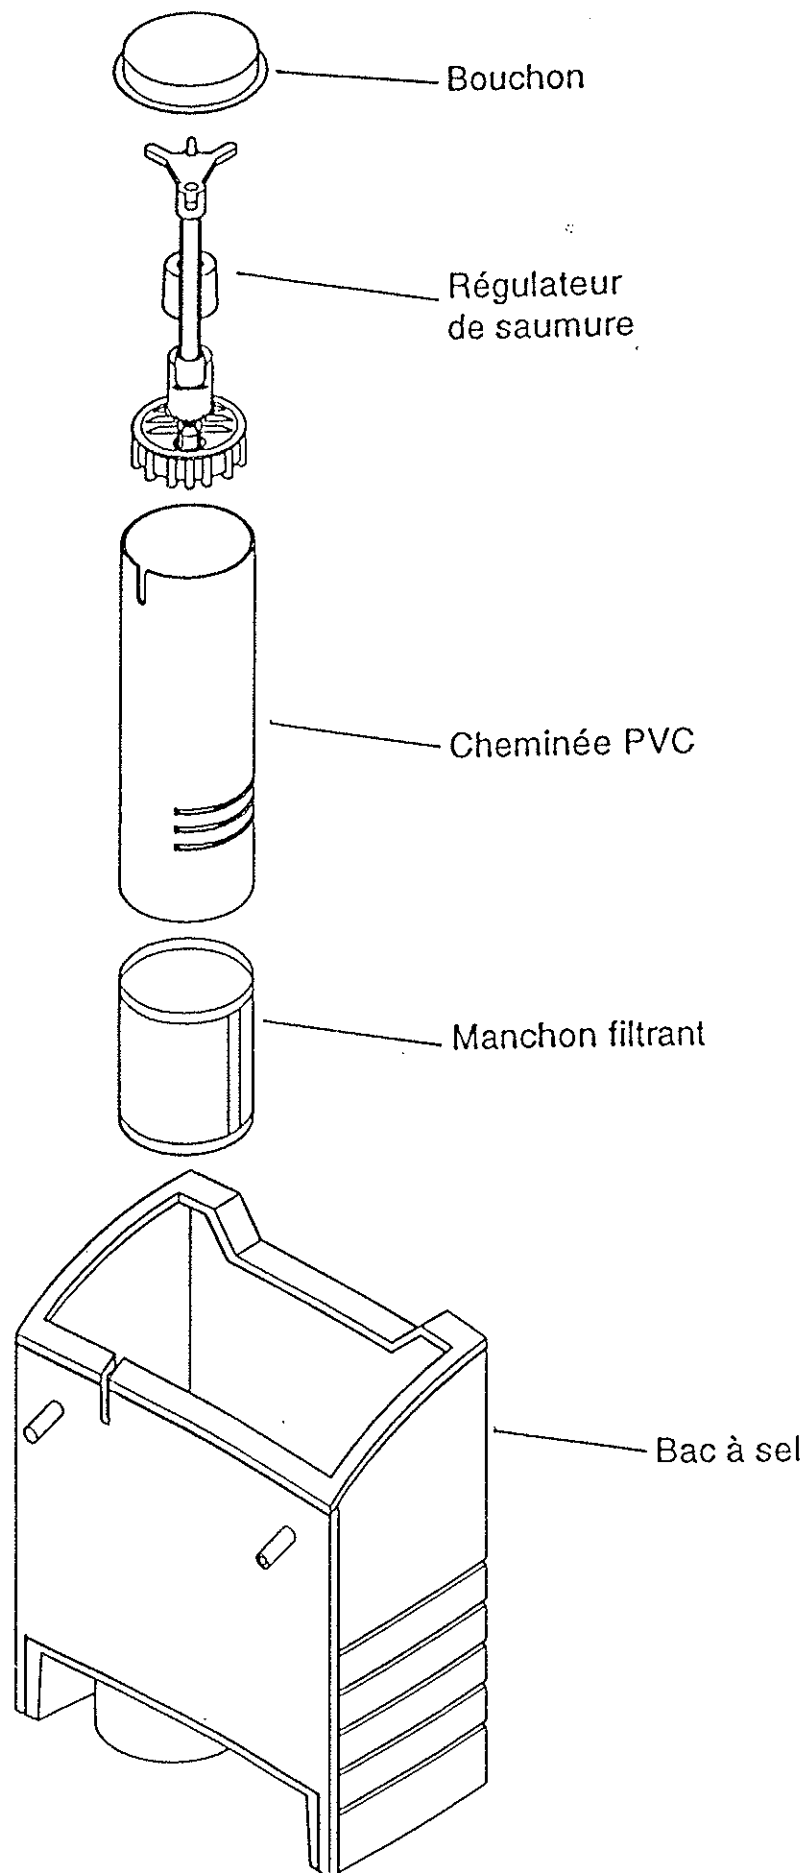

figure 9
- Nettoyer également le manchon filtrant se trouvant autour de la cheminée PVC (figure 9) (nettoyage uniquement à l'eau claire, ne pas utiliser de détergent, solvant etc..) une fois le manchon remis en place, remettre du sel dans le bac à sel (ne pas utiliser le sel précédemment enlevé).